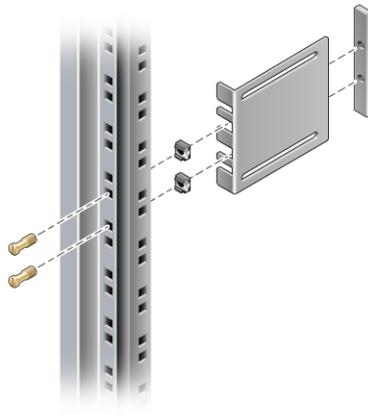

ABBILDUNG 3-10 Befestigen der Halterungen am Rack
7. **Bringen Sie die kurzen Halterungen in die gewünschte Position an der Vorderseite des Racks und befestigen Sie an jeder vorderen Rack-Stütze eine kurze Halterung (ABBILDUNG 3-10).**
Befestigen Sie die Halterungen mit zwei M6 Messing-Vierkantschrauben und M6 Muttern (sofern erforderlich) und einer Gewindeleiste (ABBILDUNG 3-10).
8. **Bringen Sie die langen Halterungen in die gewünschte Position an der Rückseite des Racks und befestigen Sie an jeder rückwärtigen Rack-Stütze eine lange Halterung (ABBILDUNG 3-10).**